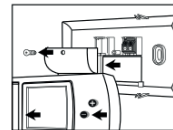

Fig. 3.2
3. Svitare la vite dello schermo di protezione e rimuoverlo. Fig. 3.2